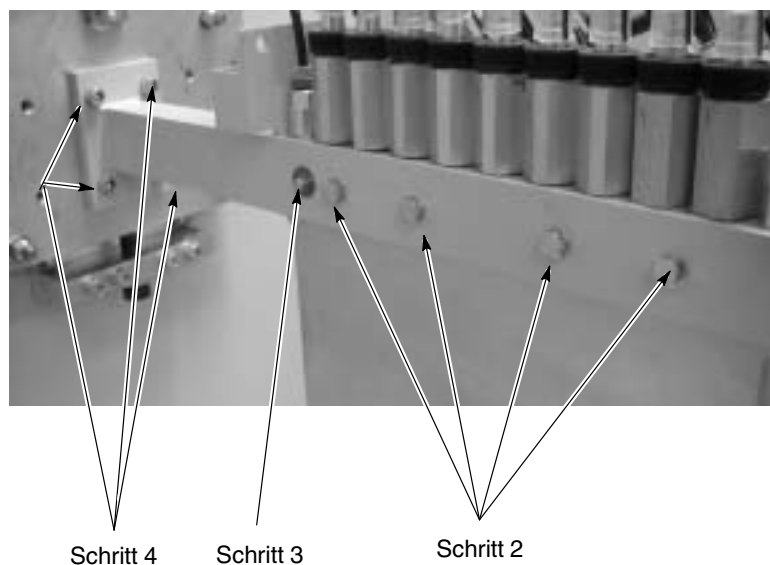

Abb. 8-10 Lanzeinstellung Schritte 2-4
2. Siehe Abb. 8-10. Die 8 mm-Durchgangsschrauben lösen, mit denen die Lanzenplatten an den Lanzenarmen befestigt sind.